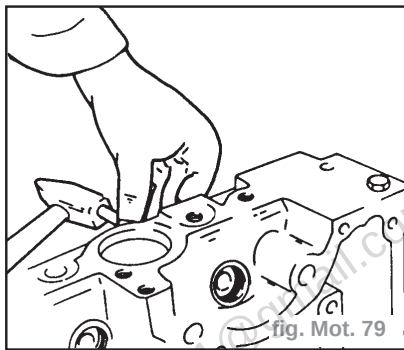

fig. Mot. 79
- Chasser les douilles calorifuge des bougies d'allumage de la culasse à l'aide d'un mandrin en laiton (**10 mm** de diamètre) (fig. Mot. 79).